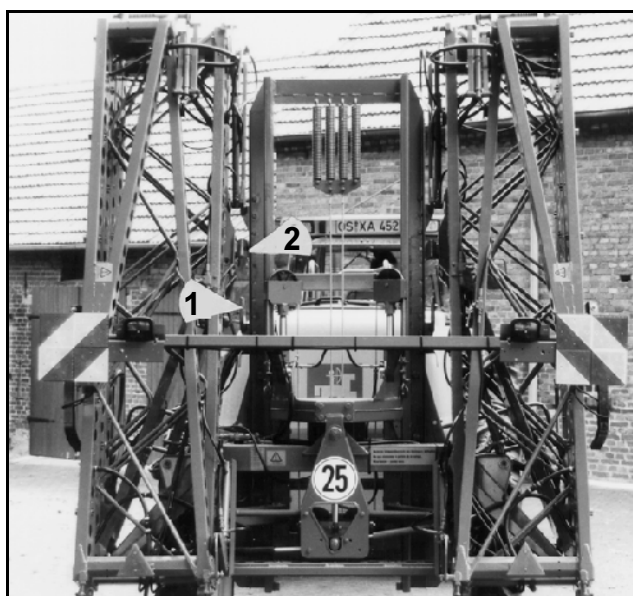

Рис. 112
- Штанги поднимите при помощи устройства регулировки по высоте, клавиша (Рис. 112/1), пока приемные зажимы не выпустят приемные гнезда (Рис. 112).